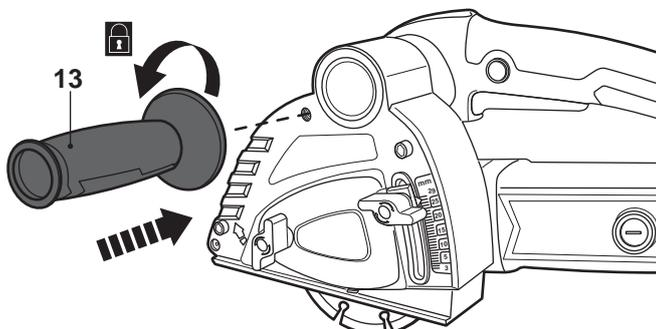

Fig. 5
- > Tournez la poignée auxiliaire [13] dans le sens antihoraire pour la fixer sur le produit (Fig. 5).